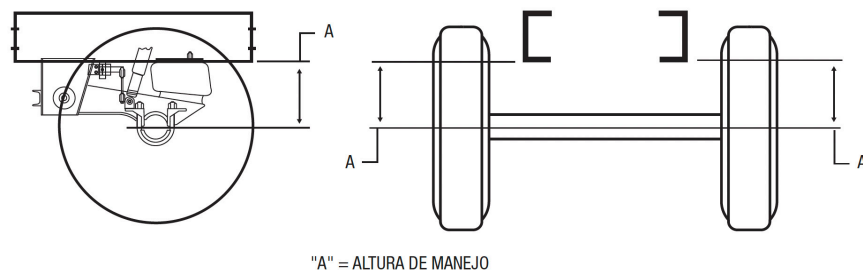

Figura 8
1. Coloque la suspensión a la altura de manejo especificada en el dibujo de ensamble de la suspensión (**ver Figura 8**). Ajuste el patín, de tal forma que la plataforma del remolque este o quede relativamente paralela a la superficie donde se está trabajando.